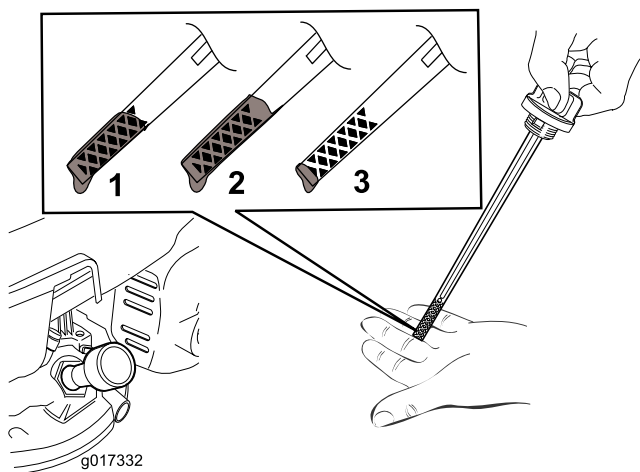

Figura 12
2. Remova a vareta medidora girando a tampa no sentido anti-horário e puxando-a para fora (Figura 12).
5. Verifique o nível do óleo na vareta (Figura 12).
- Se o nível de óleo na vareta estiver muito baixo (Figura 12), cuidadosamente adicione uma pequena quantidade de óleo mineral multiviscoso SAE 10W-30 com classificação API igual ou superior a SJ no tubo de enchimento. Aguarde 3 minutos e repita as etapas 3 a 5 até que o nível de óleo na vareta esteja correto.
- Se o nível de óleo na vareta estiver muito alto (Figura 12), drene o excesso até que o nível na vareta esteja correto; consulte o tópico Troca do óleo do motor (página 16).